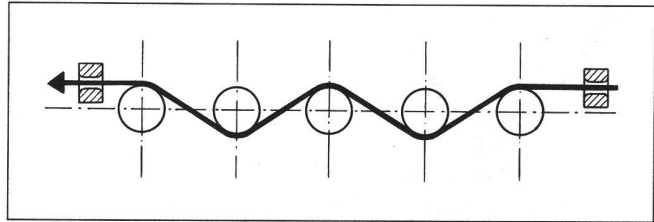

Abb. 1: Prinzip Umschlingungsspanner
3.1 Der Umschlingungsspanner (Abb. 1)